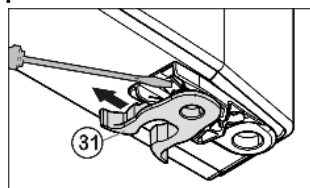

Fig. 7
- Permuter la pince élastique *Fig. 7 (31)* : appuyer sur l'ergot puis retirer la pince élastique.